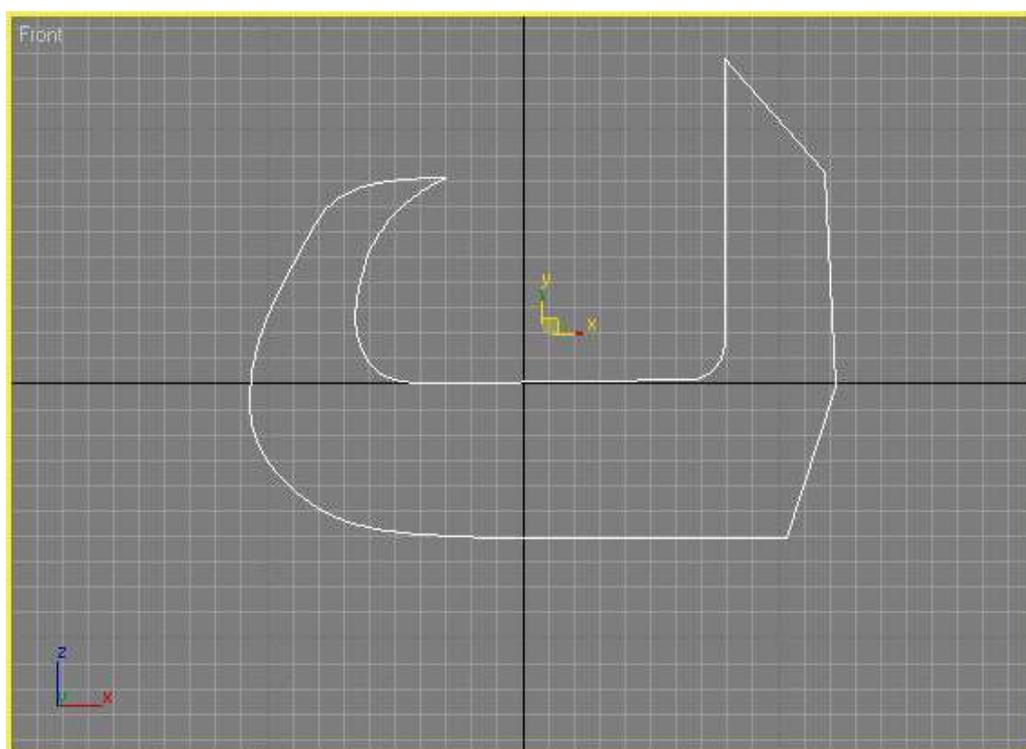

Рис. 6 – Элемент консервного ножа, созданный при помощи инструмента **Line** (**Линия**)
1. Переключитесь в окно проекции Top (Сверху) и с помощью инструмента **Line** (**Линия**) несколькими щелчками мыши создайте кривую, показанную на рис. 6. Обратите внимание, что нужно создать замкнутый сплайн, то есть последняя вершина кривой должна совпасть с начальной. Для этого необходимо сделать последний щелчок мыши на первой вершине и в появившемся окне **Spline** (**Сплайн**) (рис. 7) утвердительно ответить на вопрос, нажав **Да**.